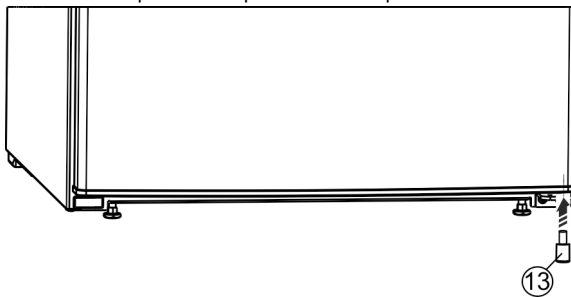

Fig. 27\*
- ▶ Поставете отново дистанционния елемент Fig. 27 (13) долу вдясно във вратата, защото това е важно за стабилността на уреда.\*